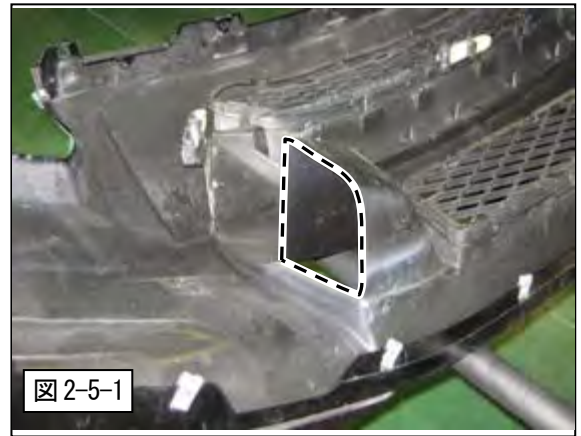

図 2-5-1
(1) 図のようにバンパーを加工してください。(図 2-5-1)